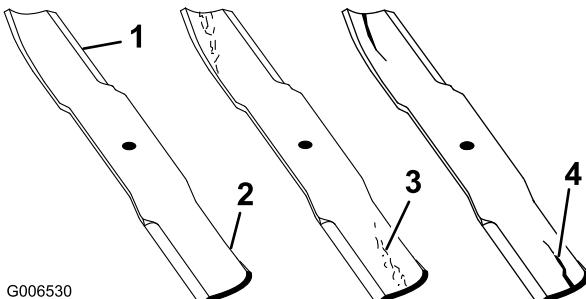

Figure 75
1. Examinez le tranchant des lames (Figure 75). Si les lames ne sont pas tranchantes ou présentent des indentations, déposez-les et aiguisez-les. Reportez-vous à Affûtage des lames (page 55).
2. Inspectez les lames, surtout la partie relevée. Remplacez immédiatement toute lame fendue, usée ou qui présente une entaille (Figure 75).